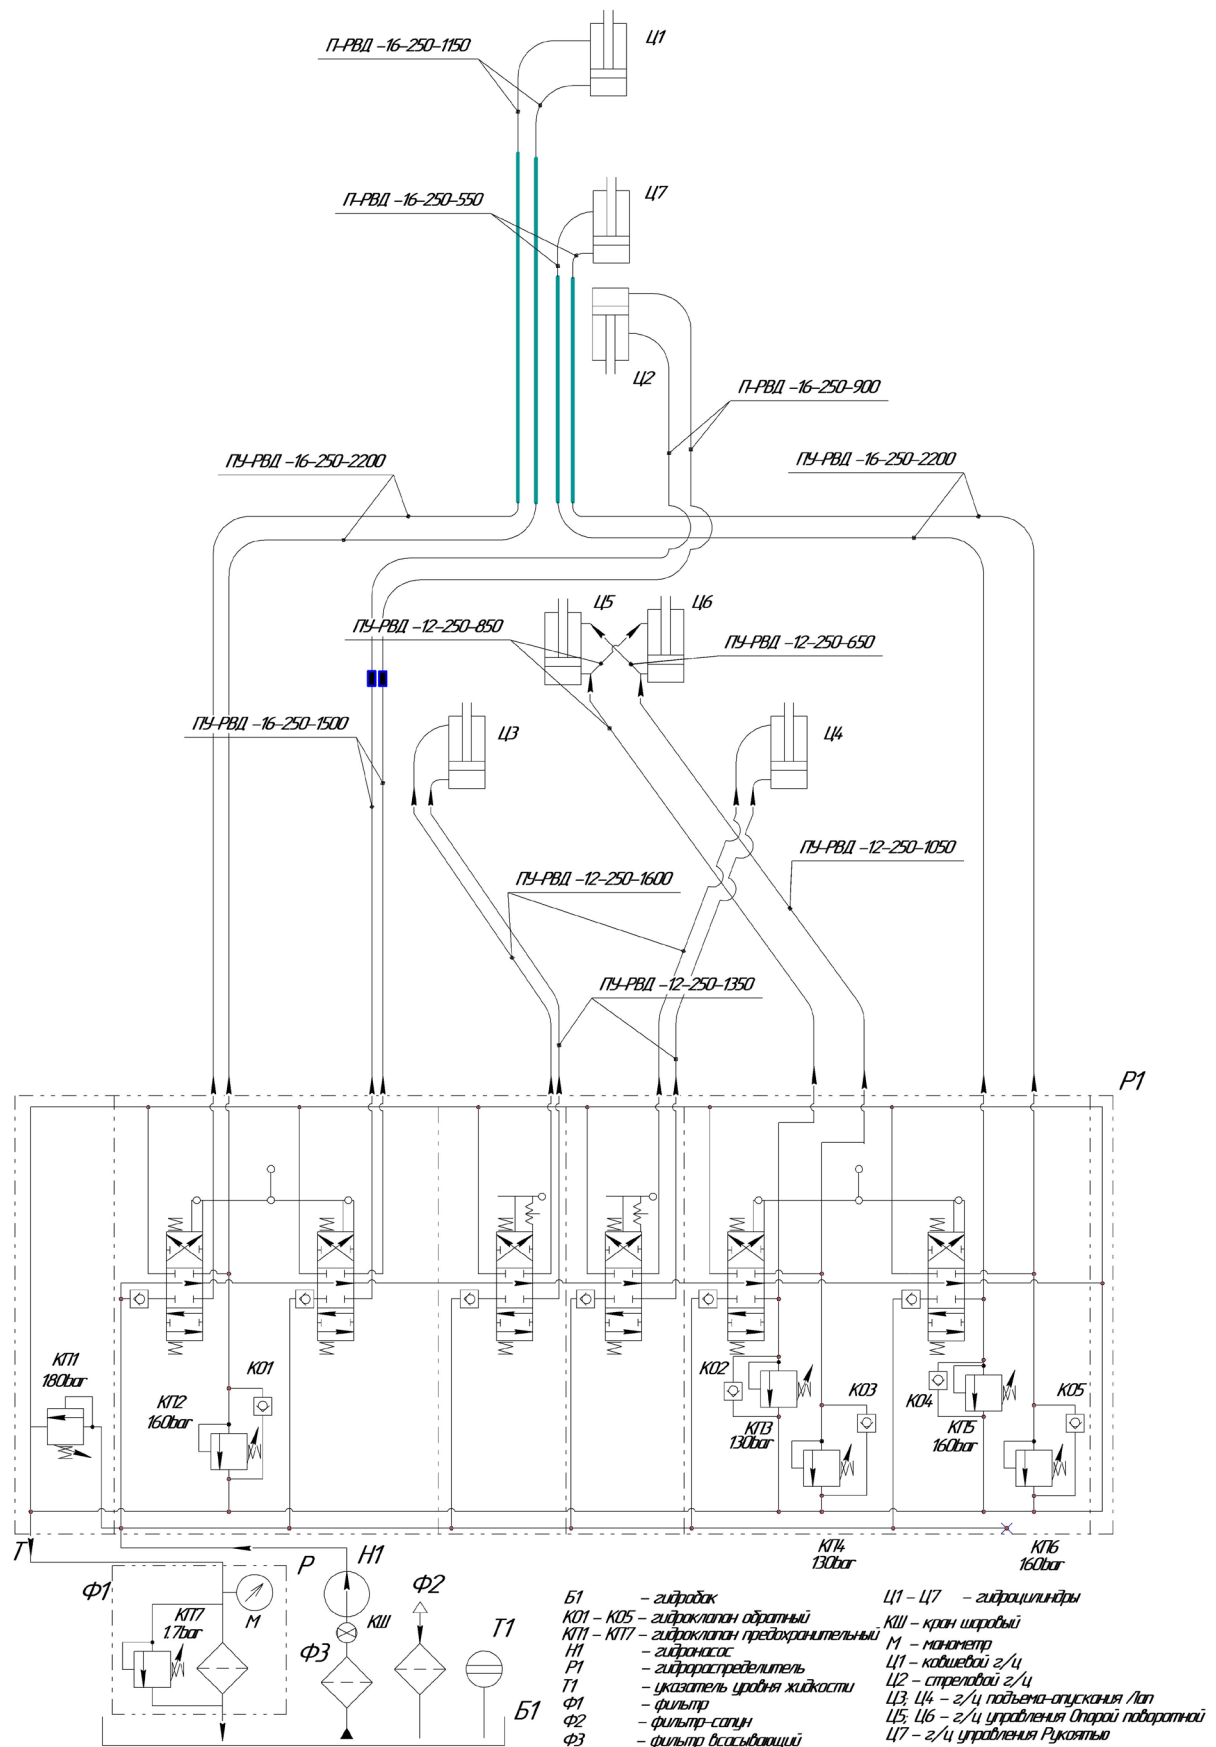

Рис.2 Пломбирование гидрораспределителя (в кабине, со стороны рабочего места оператора).
- нарушения или отсутствия пломбировки гидрораспределителя экскаваторного оборудования (места установки пломб – см.рис.2 и 3), пломбирование производится пластмассовыми или свинцовыми пломбами с клеймом предприятия, выполнявшего монтаж и регулировку гидросистемы;